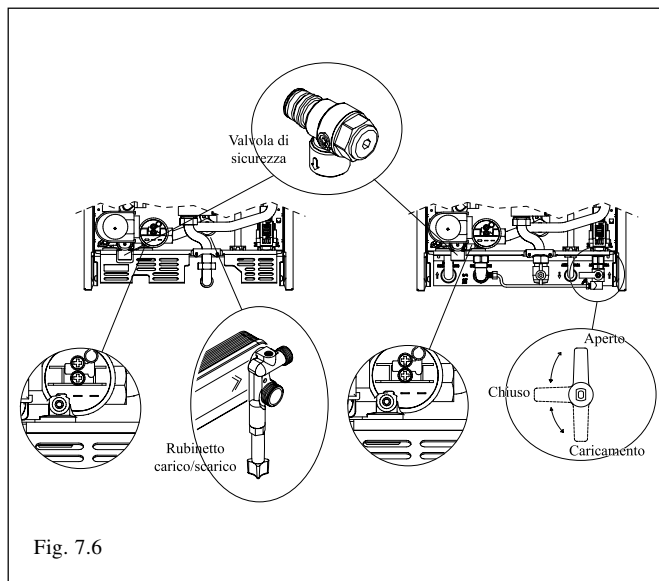
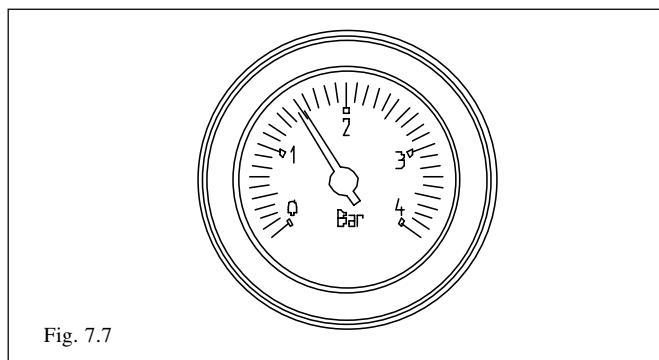

Fig. 7.6
Fig. 7.7
- Portare la leva del rubinetto di entrata acqua fredda sulla posizione CARICAMENTO (Fig. 7.6) fino a che l'idrometro, posto sul pannello comandi (Fig. 7.7) indica valori di pressione compresi fra 0,6 e 1,5 bar.
- Posizionare la leva del rubinetto di entrata (Fig. 7.6) sulla posizione APERTO.
- posizionare la leva del rubinetto di entrata acqua fredda su di una posizione diversa da CARICAMENTO (APERTO o CHIUSO) (Fig. 7.6);
- svitare il dado di scarico della valvola di sicurezza (Fig. 7.6) fino allo svuotamento dell'impianto.
- Agire sul rubinetto di riempimento posizionato nella parte destra sotto la mensola sostegno gruppo idraulico (Fig. 7.6) fino a che l'idrometro, posto sul pannello comandi (Fig. 7.7) indica valori di pressione compresi fra 0,6 e 1,5 bar.
- Svitare il dado di scarico della valvola di sicurezza (Fig. 7.6) fino allo svuotamento dell'impianto.
- collegare un tubetto di silicone alla valvola di svuotamento caldaia (Fig. 7.6) ed aprirla svitandola con una chiave fissa da 11 mm.
- posizionare la leva del rubinetto di entrata acqua fredda su CHIUSO (Fig. 7.6) se caldaia provvista di caricamento in dima; oppure chiudere il rubinetto ingresso acqua sanitaria se caldaia provvista di rubinetto di caricamento interno.